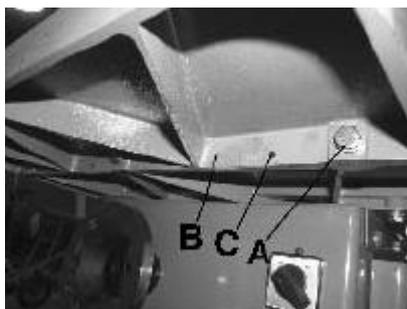

Рис. 5 Установка раздвижного
2) Вставьте три болта с пружинными и обычными шайбами (А) (Рис. 5) в раздвижной стол (В) и закрутите их в отверстия с передней стороны стола. Пока что не затягивайте их.